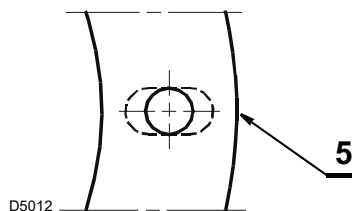

Fig. 10
- Ensanche, si fuese necesario, los orificios de la junta aislante 5)(Fig. 10), procurando no dañarla.